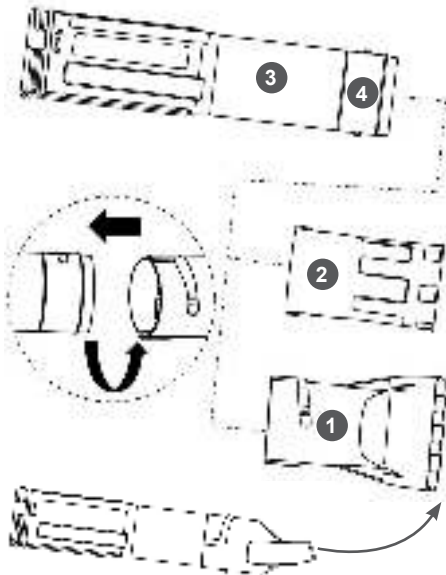

Рис. 6. Установка насадки на трубу напорную
4. Установите подходящую для выполнения работ насадку (например, 1 или 2) и установите ее на трубу 3 (Рис. 6). Совместите выступы 4 на трубе с выступами на насадке 1, плотно прижмите и поверните. Или установите насадку 2, совместив выступы насадки с выступами 4 на трубе 3 и плотно прижмите, чтобы выступы вошли в пазы.
После установки плоской насадки 1 воздух должен направиться вверх (Рис. 6).